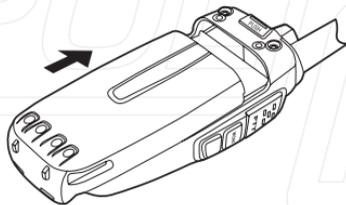

Fig. 1
1. Allineare le due scanalature della batteria e le guide nel retro del guscio in alluminio, spingere la batteria nel corpo della radio a inserimento completo, direzione come da freccia fig. 1.